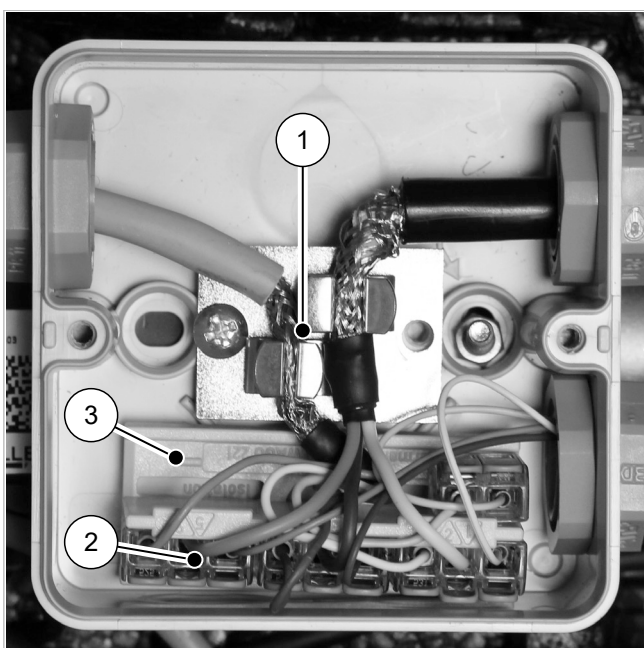

Fig. 10: Scatola di connessione Modbus
7. Se non c'è l'adesivo, collegare i fili ai morsetti in base alla seguente codifica dei colori (vedere → fig. 10):